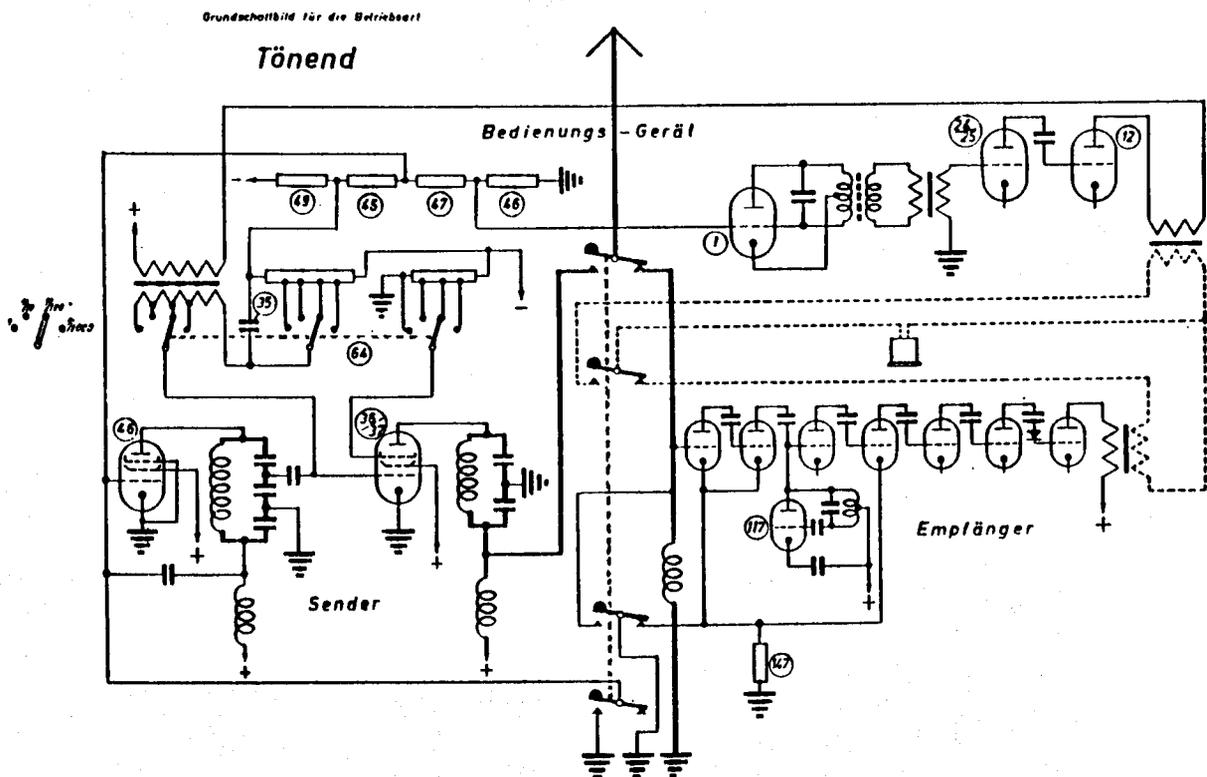

Abb. 5: Grundschriftbild für die Betriebsart „Tönend“
Diese Betriebsart ist in Abb. 5 dargestellt. Die Verbindung der Steuergitter der beiden Senderstufen wird durch den geöffneten t-Kontakt aufgetrennt. Da der v-Kontakt des Betriebsartenschalters geschlossen ist, werden die Steuergitter der Leistungsstufe an den Ausgang des Modulationsverstärkers geschaltet. Der in der Röhre (1) erzeugte und in den Röhren (18), (24) und (25) verstärkte Ton wird nicht nur zum Mithören, sondern auch zur Modulation des Senders (vgl. Absatz 41) benutzt. Beim Umschalten auf ver-